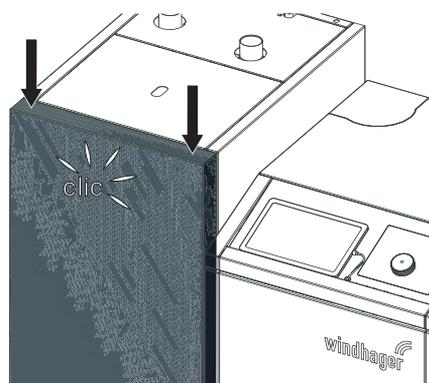
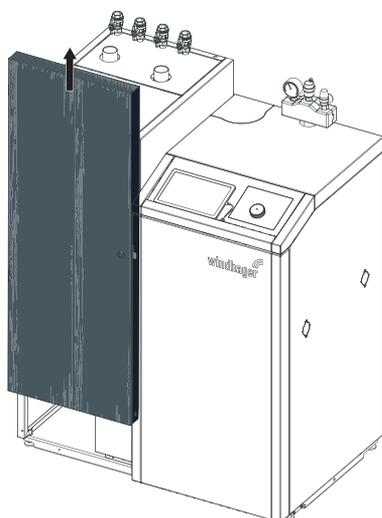

Fig. 29 Pousser la porte de revêtement gauche vers le bas jusqu'au « clic »
Fig. 30 La porte remonte alors automatiquement
- ▶ Pousser vers le bas la porte de revêtement gauche avec les deux mains en haut et sur le côté jusqu'au « clic » (Fig. 29), les portes remontent alors automatiquement – Fig. 30.